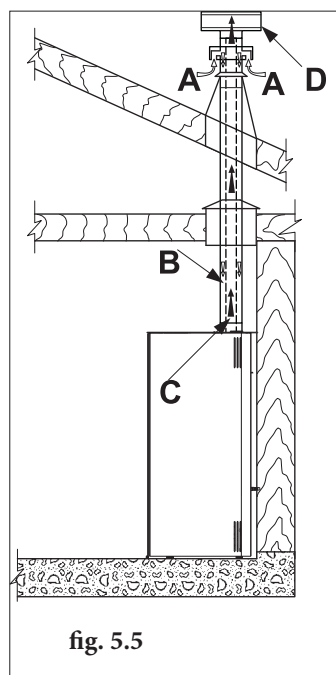

fig. 5.5
- canalizzare l'aria comburente sfruttando un tubo di scarico coassiale per l'espulsione dei fumi ed il prelevamento dell'aria; pertanto non è necessario fare una classica presa d'aria nel locale (fig. 5.5 A,B=Ingresso aria C,D=Uscita fumi);